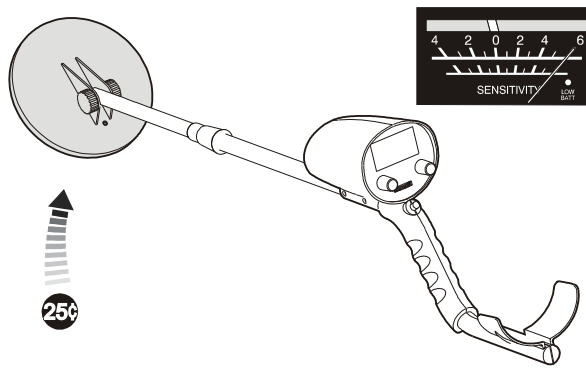

Figura 13
- Deixe que a moeda de prata se aproxime lentamente da bobina de busca para o ponteiro do medidor se desviar para a direita e o som ficar mais alto. (Figura 13)